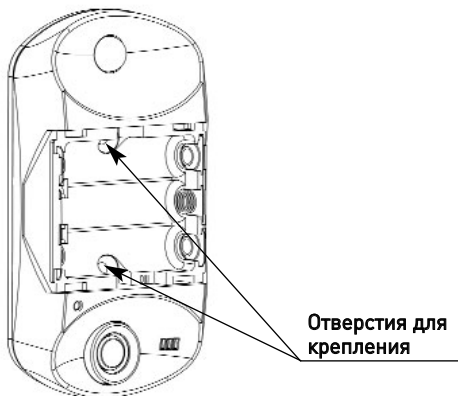

Рис. 7.
4. Закрепите контрольную панель через специальные отверстия, находящиеся под элементами питания (рис. 7). Удалите элементы питания, закрепите панель, вставьте элементы питания, соблюдая полярность. Убедитесь, что питание включено (см. пункт 2).